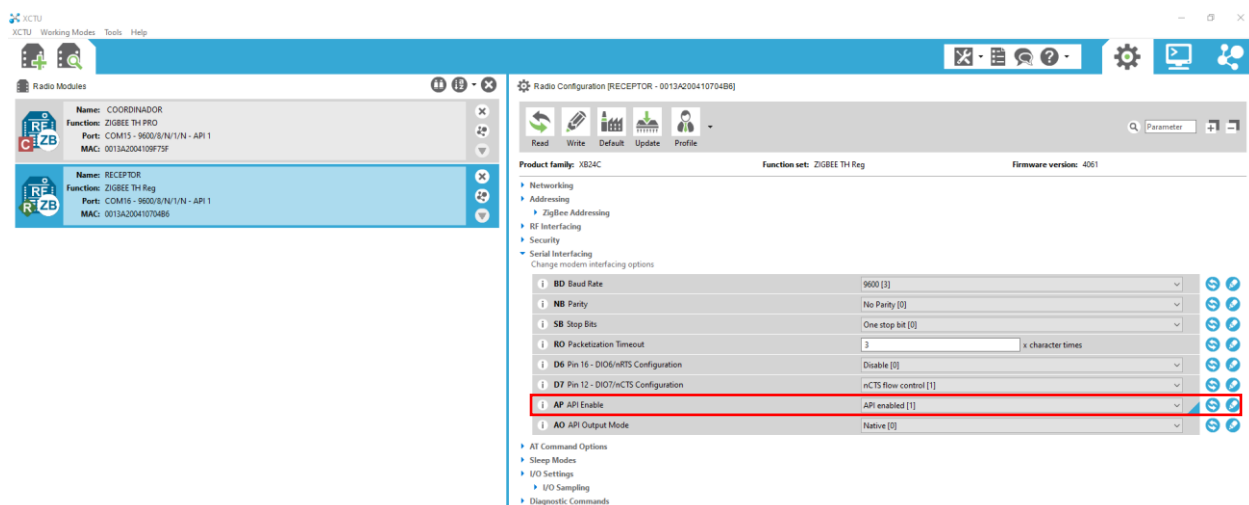

Figura 7.11. Configuración del modo API en el módulo XBee Receptor
- Seleccione en el parámetro “*AP API enable*”, la opción “*API Enable (1)*” como se muestra en la Figura 7.11.